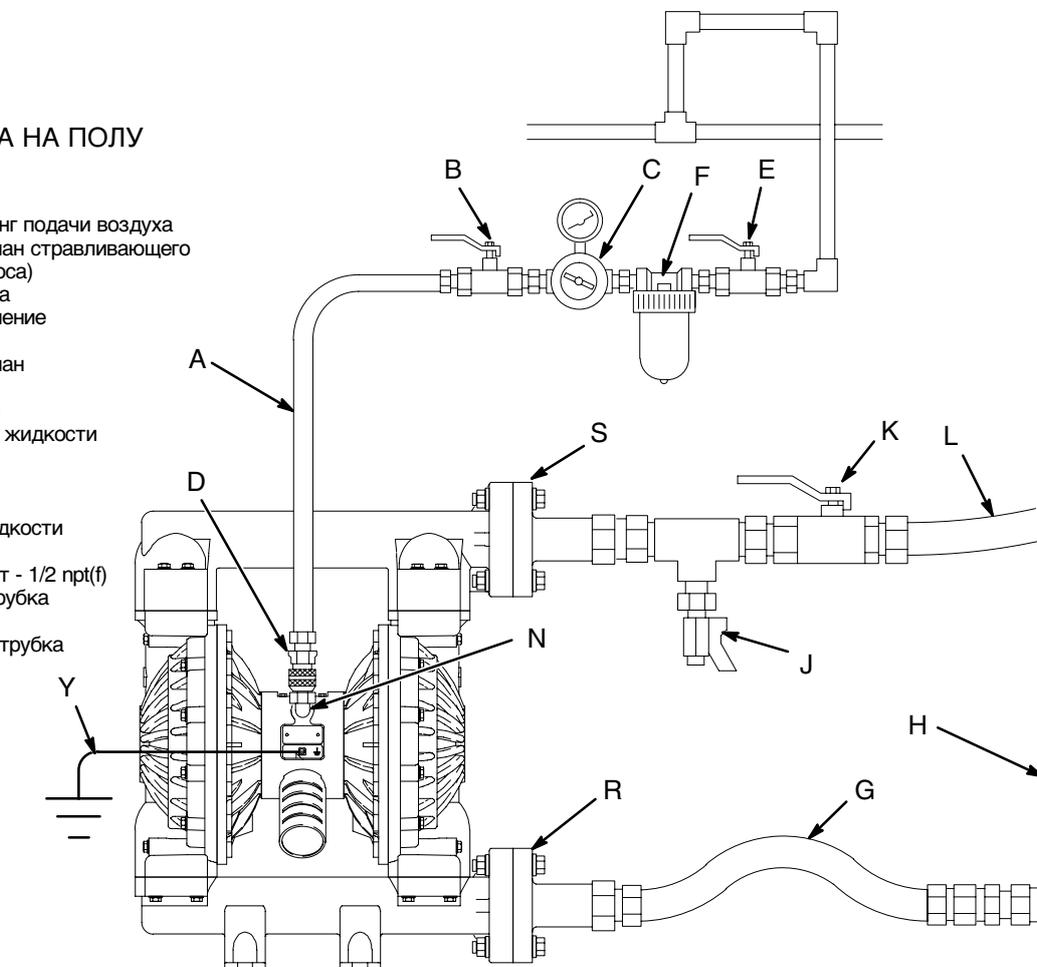

Рис. 2
- На Рис. 2 показана типичная установка лишь в качестве рекомендации для выбора и установки компонентов системы. Обращайтесь к своему дистрибьютору от фирмы Graco или в службу технической поддержки фирмы Graco (смотрите последнюю страницу) за помощью в разработке отвечающей Вашим требованиям системы.
Главный воздушный кран стравливающего типа (В) необходим в Вашей системе для стравливания воздуха, захваченного между этим клапаном и насосом. Захваченный воздух может привести к непредсказуемому срабатыванию насоса, что может привести к серьезной травме, включая опасность попадания жидкости в глаза или ее инъекции под кожу, а также опасность травмы от движущихся частей, или загрязнения опасными жидкостями. См. рис. 2.
1. Установите принадлежности для линии сжатой подачи воздуха, как показано на рис. 2. Разместите эти принадлежности на стене или на кронштейне. Убедитесь, что линия подачи воздуха на принадлежности является электропроводной.
- c. Фильтр воздушной линии (F) задерживает вредные частицы грязи и влаги в подаваемом сжатом воздухе.
2. Установите электропроводящий, гибкий воздушный шланг (А) между принадлежностями и впускным воздушным 1/2 npt(f)-патрубком насоса (N). См. Рис. 2. Используйте воздушный шланг с минимальным внутренним диаметром 1/2" (13 мм).
3. Накрутите быстроразъемный соединитель воздушной линии (D) на конец воздушного шланга (А), и проверьте, что патрубок соединителя имеет достаточный размер, чтобы не воспрепятствовать воздушному потоку, что могло бы ухудшить рабочие характеристики насоса. Вкрутите сопряженный фитинг в впускной воздушный патрубок насоса без затяжки. Не подсоединяйте соединитель (D) к фитингу до тех пор, пока Вы не будете готовы к эксплуатации насоса.
ПОЯСНЕНИЯ ДЛЯ РИС. 2
Кран слива жидкости (J) необходим для сброса давления в шланге в случае его закупорки. Сливной кран снижает риск серьезной травмы, включая опасность попадания жидкости в глаза или на кожу, или загрязнения опасными жидкостями при сбрасывании давления. Установите кран вблизи выпускного патрубка насоса для жидкости. См. рис. 2.
1. Насосный выпускной патрубок для жидкости (R) представляет собой 2"-фланец с рельефной поверхностью. Смотрите раздел **Фланцевые соединения** на стр. 8.
2. Установите кран слива жидкости (J) вблизи выпускного патрубка для жидкости. Смотрите пункт **ПРЕДУПРЕЖДЕНИЕ**, приведенный выше.
3. Установите запорный клапан (K) в выпускной линии для жидкости.